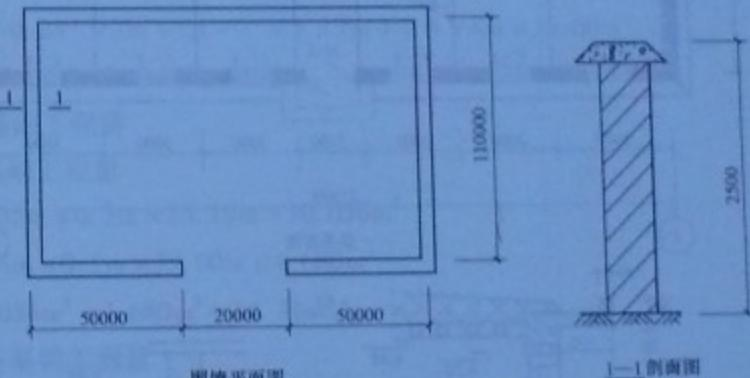

图 1-29 围墙示意图
**【例 1-29】** 图 1-29 所示围墙, 采用钢管脚手架施工, 计算围墙砌筑脚手架工程量。